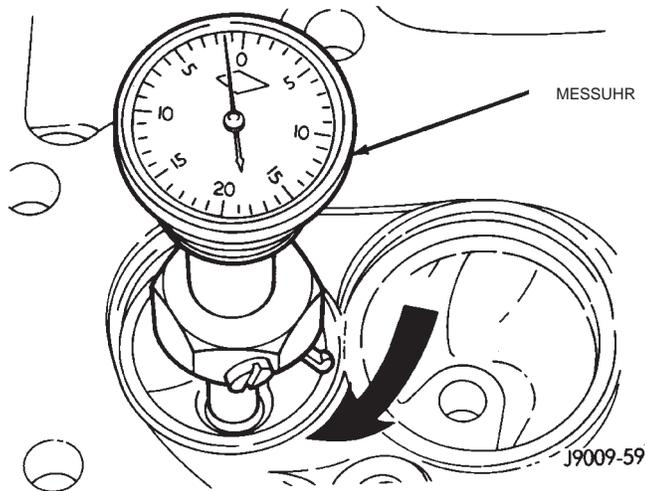

Abb. 65 Messen der Unrundheit des Ventilsitzes
(1) Führungshülse der erforderlichen Größe in die Bohrung der Ventilführung einführen. Ventilsitz auf den vorgeschriebenen Winkel nacharbeiten. Nur so viel Material abtragen, wie zum Glattschleifen der Oberflächen erforderlich ist.
(2) Ventilsitzrand mit geeignetem Ventilsitzfräser auf Sollmaß schleifen.
(3) Ventilsitz auf Unrundheit prüfen; der Schlag darf maximal 0,0635 mm (0,0025 Zoll) betragen (Abb. 65).